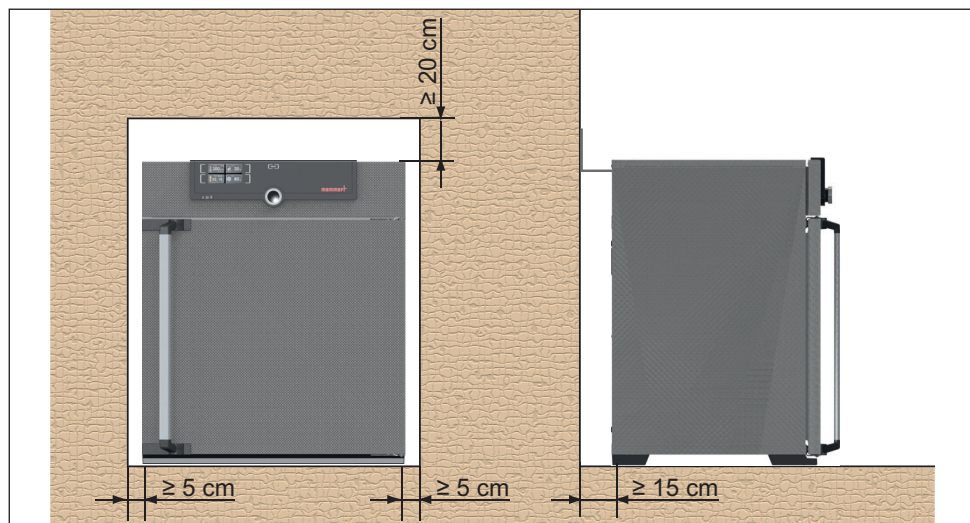

Fig. 8 Distancias mínimas con respecto a las paredes y el techo
La separación entre la pared y la parte posterior del equipo deberá ser como mínimo de 15 cm. La distancia hasta el techo debe ser como mínimo de 20 cm y la distancia de los laterales a la pared o al equipo contiguo de al menos 5 cm (Fig. 8). En general, deberá garantizarse una circulación de aire suficiente en el entorno del equipo.
2. Doble la protección antivuelco hacia arriba 90° con la distancia deseada hasta la pared (tenga en cuenta la distancia mínima, véase la Fig. 8).